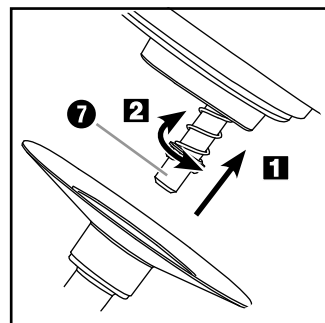

Fig. 2: Montagem dos acessórios
- 6) Monte, de acordo com o trabalho a realizar, o amassador **10**, o batedor de claras **11** ou o misturador **12** sobre o eixo de acionamento **7** (fig. 2):
- Encaixe o amassador **10**, o batedor de claras **11** ou o misturador **12** (seguidamente designado por "acessório") sobre o eixo de acionamento **7**, de modo que os dois pinos de metal do eixo de acionamento **7** encaixem nos entalhes do acessório **10 11 12** (fig.2 / **1**).
- Pressione o acessório **10 11 12** firmemente sobre o eixo de acionamento **7**, de modo que a mola fique comprimida e rode um pouco o acessório **10 11 12** no sentido contrário ao dos ponteiros do relógio (sentido ) (fig. 2 / **2**).